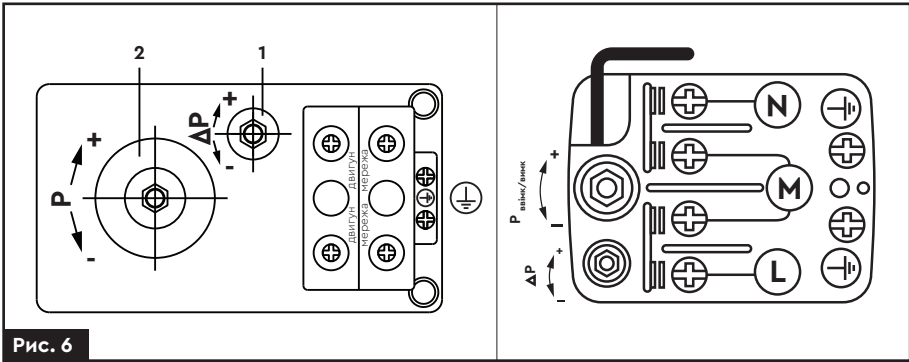

Рис. 6
- На кришці реле тиску відкрутіть кріпильний пластмасовий гвинт з прямим шліцом і зніміть кришку. Під кришкою розташовані регульовальні гайки на пружинах **(1)** та **(2)** (Рис. 6).
- Проверніть гайку на пружині **(2)** (Рис. 6) за годинниковою стрілкою. Таким чином, досягається установка більш високої межі відключення насоса по необхідній величині тиску в системі водопостачання.
- Проверніть гайку **(1)** (Рис. 6) проти годинникової стрілки. Таким чином, збільшується різниця між режимом ввімкнення і вимкнення реле насоса.
Наприклад: при заводських налаштуваннях від 1.4 до 2.8 бар різниця становить 1.4 бар, що є стандартним налаштуванням заводу-виробника. Якщо Ви бажаєте змінити заводські налаштування, наприклад, підняти тиск вимкнення до 3 бар, проверніть гайку **(2)** (Рис. 6) за годинниковою стрілкою. Тиск ввімкнення потрібно встановити на рівні від 1.5 до 2.0 бар, шляхом прокручування проти годинникової стрілки гайки **(1)** (Рис. 6), поки не досягнете різниці між тиском ввімкнення і вимкнення в межах від 1.0 до 1.5 бар.